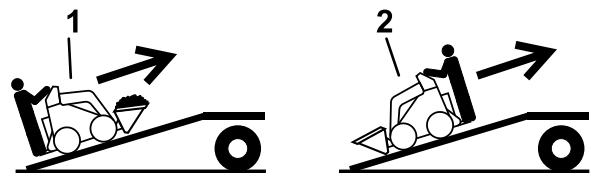

Bild 12
5. Fahren Sie beim Verladen auf den Anhänger mit dem schweren Ende der Maschine auf die Rampe und befördern Sie Lasten niedrig (Bild 12).
1. Senken Sie die Rampe ab (Bild 12).